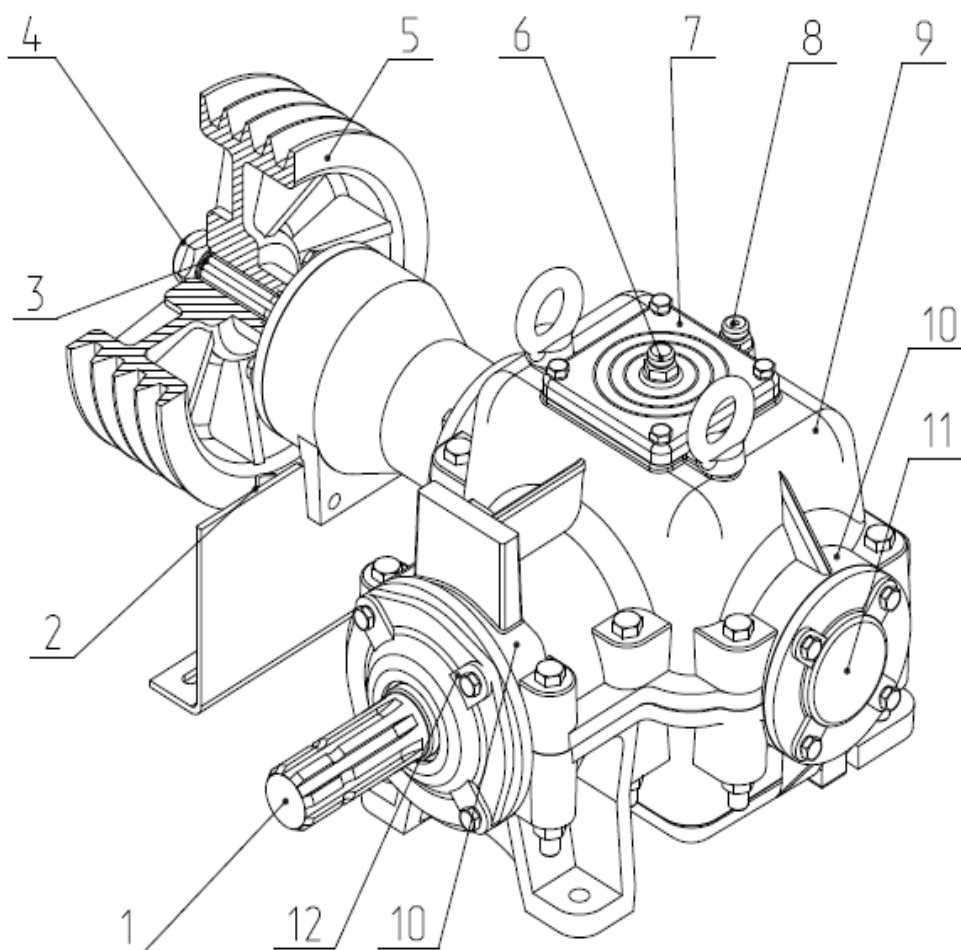

Рис.5 Редуктор КИР 11.000-01
2.4 Привод косилки состоит из карданной передачи и конического редуктора (рис.5). Вращение от вала отбора мощности трактора через карданный вал передается редуктору. Редуктор служит для передачи вращения от кардана к валу ротора косилки через клиноременную передачу. Передаточное отношение редуктора -1.85. Редуктор состоит из разъемного корпуса 9, в котором на валах 1,3 установлены две конические шестерни. В корпусе редуктора предусмотрено смотровое окно, закрытое крышкой 7. Ведущий и ведомый валы установлены на роликовых подшипниках, регулировка осуществляется с помощью прокладок 10.